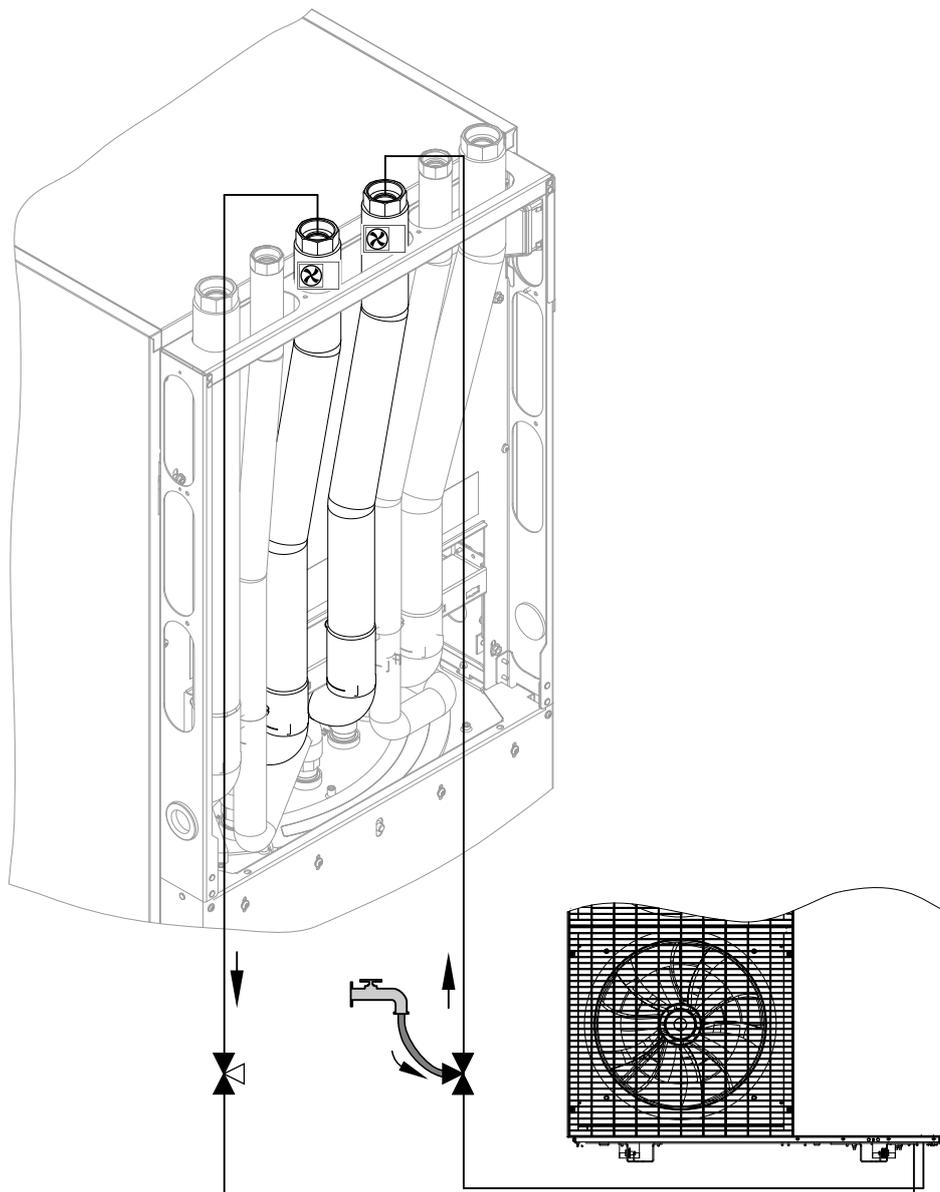

Abb. 70
2. 3-Wege-Kugelhahn vom Vorlauf Außeneinheit (Heizwassereintritt Inneneinheit) gemäß Abb. 70 öffnen: **Offen in allen Richtungen**
3. 3-Wege-Kugelhahn zum Rücklauf Außeneinheit (Heizwasseraustritt Inneneinheit) öffnen: Siehe Abb. 70.